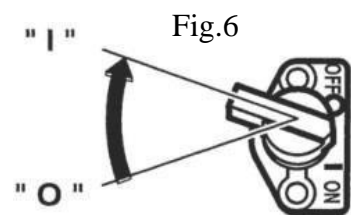

Fig.6
- Posizionare l'INTERRUTTORE su "I" (ON). (Fig.6)
- Posizionare l'interruttore di arresto su "OFF" ("O", Fig.6).